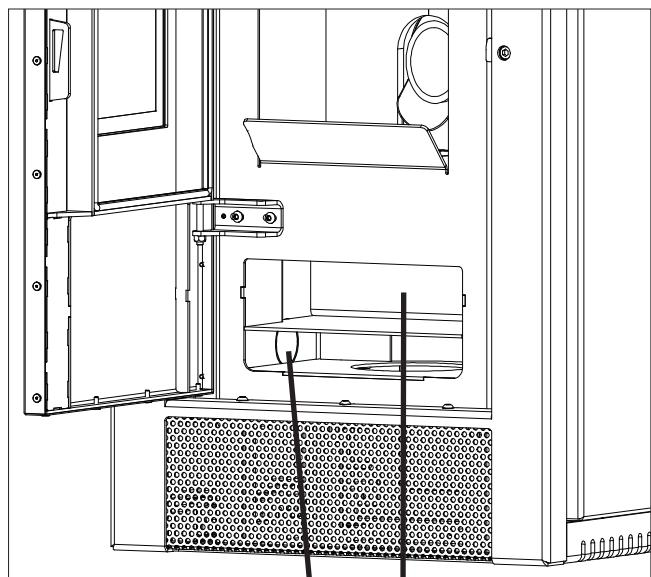

Fig.7b 12 13
- Der Aschekasten befindet sich hinter der Feuerraumtür. Zum Reinigen die Verriegelung des Aschekastens lösen und den Aschekasten nach vorn herausziehen. Zusätzlich den Bereich unterhalb des Aschekastenfachs (Rauchgaszüge) reinigen (siehe Fig.7b).